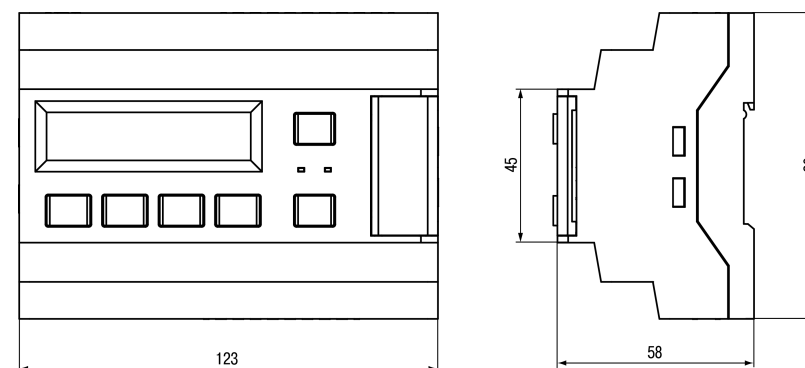

Рисунок 6.1 – Габаритный чертёж прибора
1. Подготовить на DIN-рейке место для установки прибора в соответствии с размерами прибора (см. рисунок 6.1).